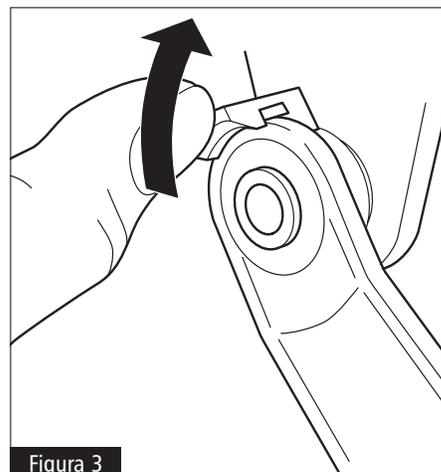

Figura 3
- 2 Retire los topes de la puerta ubicando el montante giratorio en el extremo de cada brazo. Abra el sujetador de retención y deslice el brazo alejándolo del pivote. Repita para el otro lado. Consulte la figura 3.